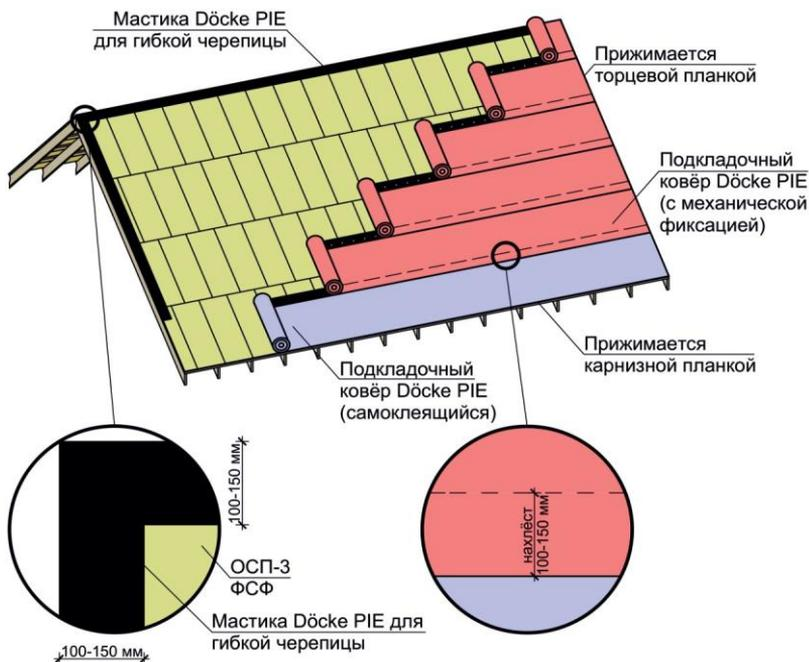

Рис. 6 Схема расположения подкладочного ковра Döcke PIE (последовательность укладки полотен в соответствии со п. 4.1.2).
- 4.1.4 Крепёж подкладочного ковра -тип 1 (таблица NOI). Шаг гвоздей составляет 200 мм в местах нахлёстов (рис. 6). Самоклеящиеся ковры Döcke PIE вдоль карниза снизу прижимаются карнизными планками (п.5). Самоклеящийся подкладочный ковёр необходимо крепить гвоздями в тех случаях, когда планируются перерывы в работе, а также когда планируется использовать ковры в качестве временной кровли.